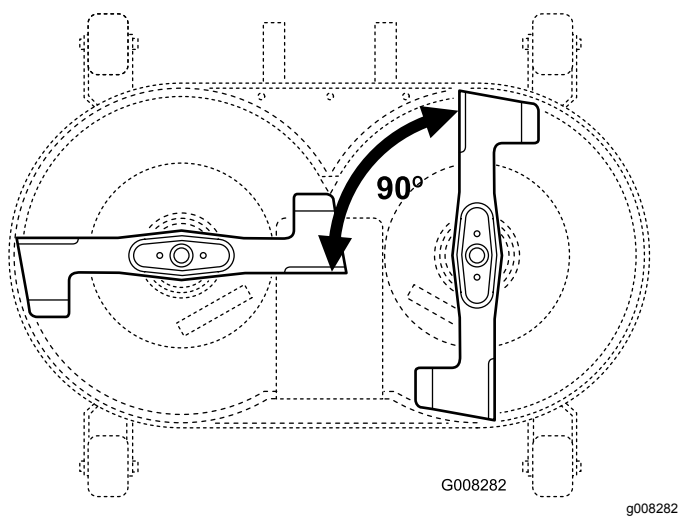

Figura 43
- Sitúe una cuchilla perpendicular 90° a la otra (Figura 43).